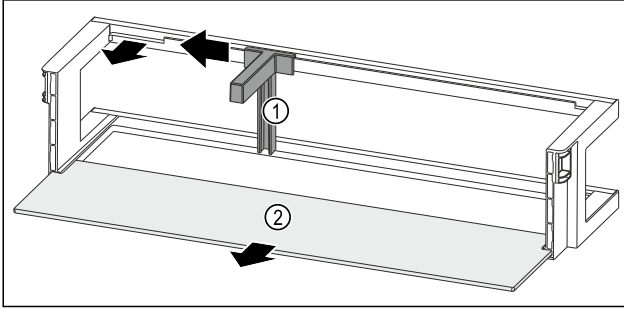

Fig. 133 Şişe yerli ve raf alanlı kapı rafı
- Şişe yerlerini Fig. 133 (1) çıkıntıya kadar yana itin.
- Şişe yerlerini Fig. 133 (1) çıkarın.
- Raf alanını Fig. 133 (2) çıkarın.